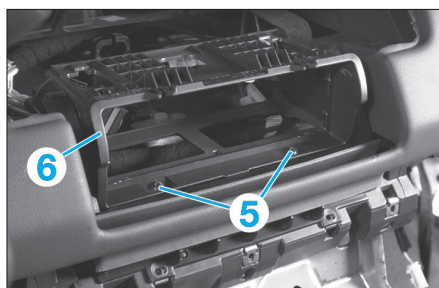

Fig. 7
- Déposer les 2 vis de fixations (5) (Fig.7).